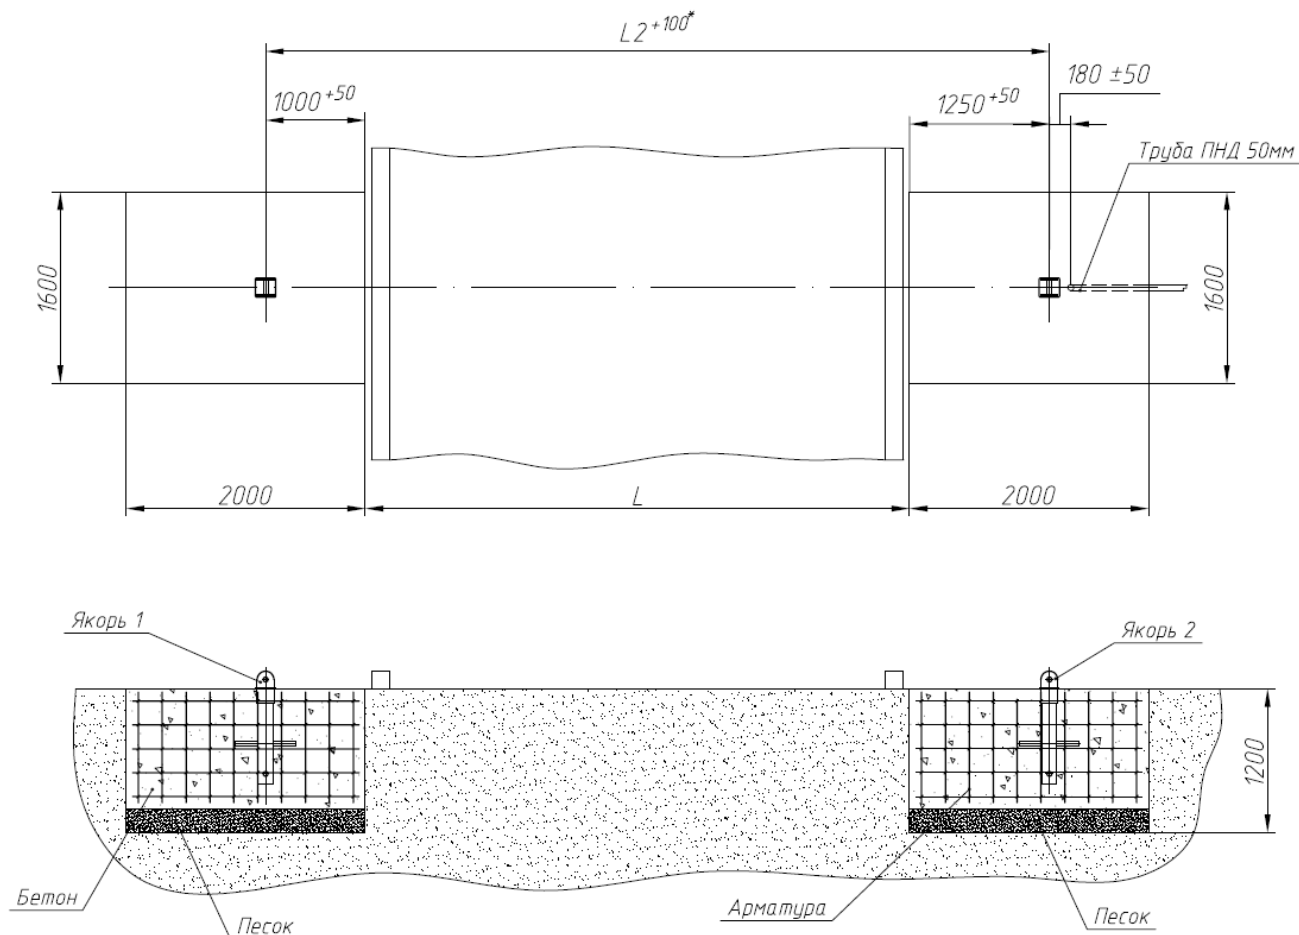

рис.2
1.1.4 Установить якоря, используя дополнительные временные опоры на края котлована, выложить армирующую сетку слоями, перевязанными между собой с шагом 200 мм (5 слоев при толщине бетона 1000мм) (рис. 2). Использовать арматуру диаметром не менее 12мм. Проложить трубу ПНД  $\varnothing 50$  мм для укладки кабеля управления. Допускается укладка трубы ПНД в штробу, выполненную после застывания бетона.
1.1.5 Залить котлованы бетоном, обеспечив горизонтальную плоскость на уровне дорожного полотна. Использовать бетон марки М300 или более качественный. Дальнейшие работы производить после полного застывания бетона (рис. 2).